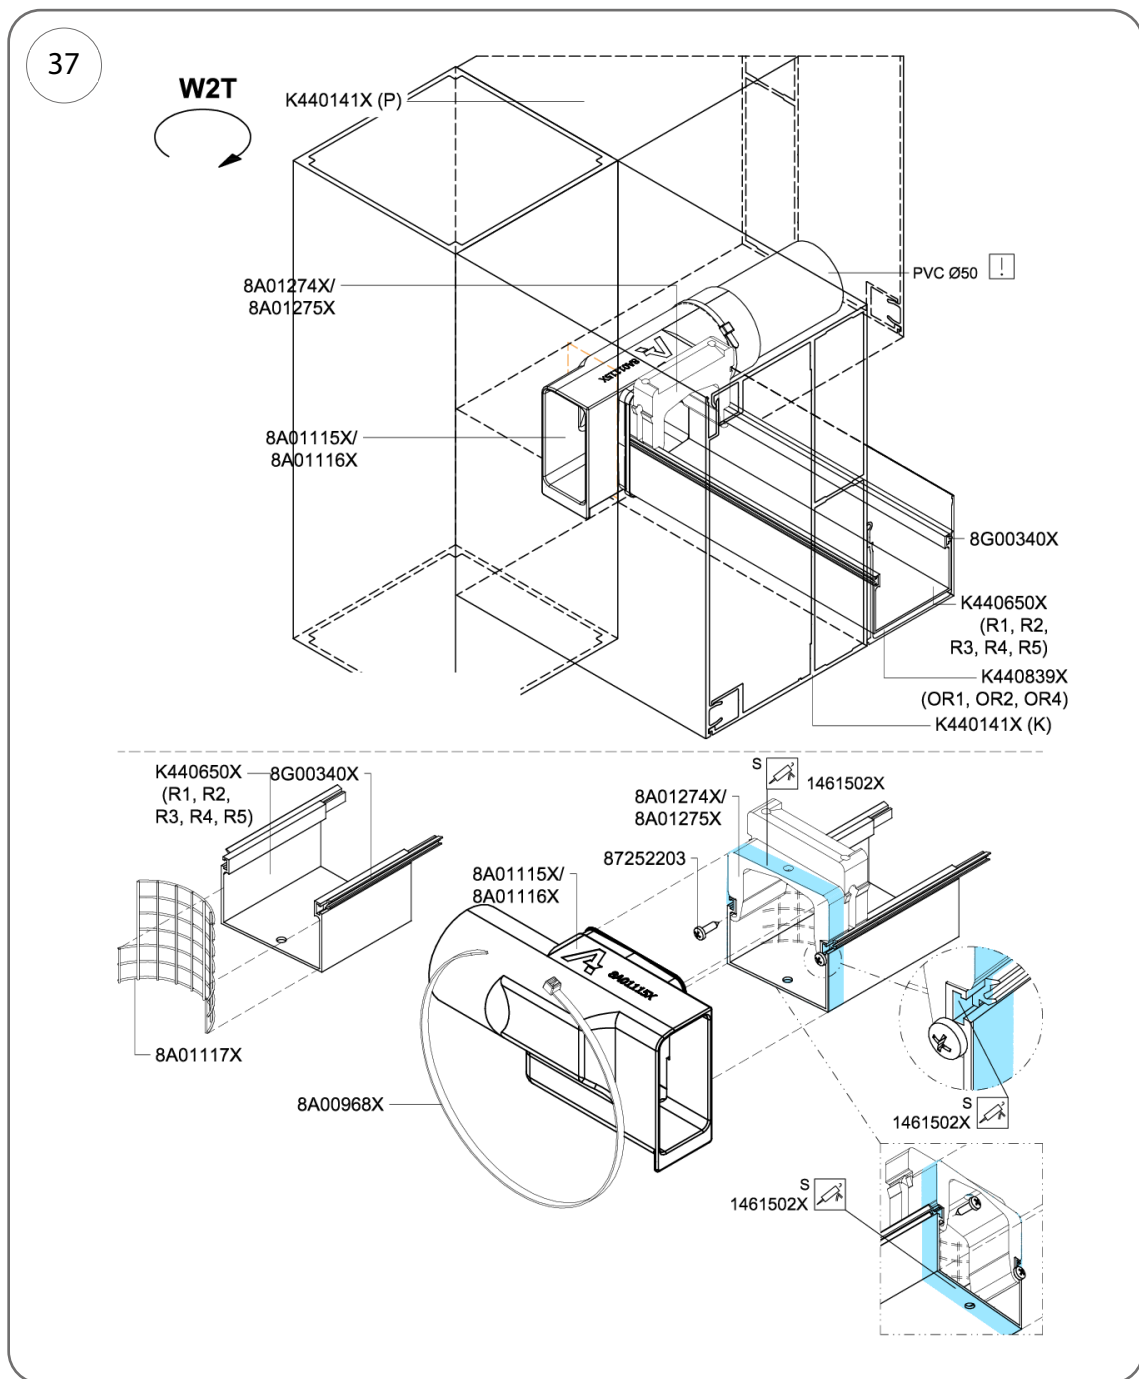

Fig. 37
2. Fissare i componenti del fermo per impedirne lo spostamento montando 2 viti, diametro 3,5 mm x lunghezza 13 mm (cod. art. 87252203) – Fig. 37.
3. Applicare uno strato di composto adesivo-sigillante (cod. 1461502X) lungo l'intero perimetro della grondaia e dell'elemento a scatto, come mostrato in Fig. 37.